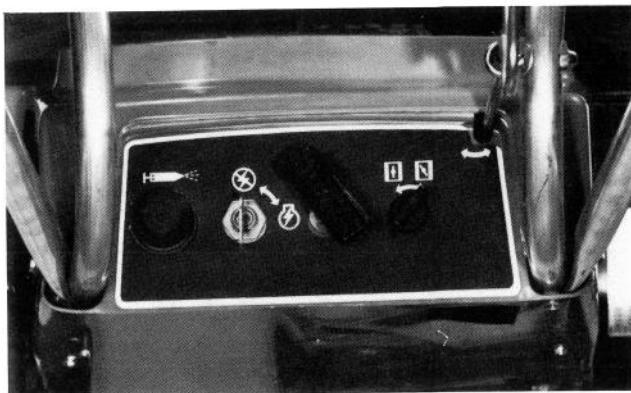

Abb. 7
2. Den Chokeknopf nach rechts drehen (Abb. 7).
3. Den Daumen auf das Loch in der Mitte des Tupfers setzen (Abb. 7) und je nach Lagerungstemperatur der Schneefräse den Tupfer ein bis vier Mal betätigen. Bei Temperaturen über  $-7^{\circ}\text{C}$  den Tupfer ein bis zwei Mal, bei Temperaturen unter  $-7^{\circ}\text{C}$  drei bis vier Mal betätigen. Bei sehr tiefen Temperaturen (unter  $-23^{\circ}\text{C}$ ) den Tupfer fünf oder sechs Mal betätigen.
4. Den Zündschlüssel auf "Zündung an" drehen (Abb. 7).
5. Zum Anwerfen des Motors die Schneefräse mit einer Hand am unteren Griffbügel festhalten, den Startergriff (Abb. 7) fassen und mit einem kräftigen Armzug den Motor anwerfen. Wenn der Motor nach vier Startversuchen nicht anspringt, den Tupfer nochmals wie oben betätigen und den Startvorgang wiederholen.
1. Den Zündschlüssel auf "Hauptstrom aus" drehen (Abb. 7).